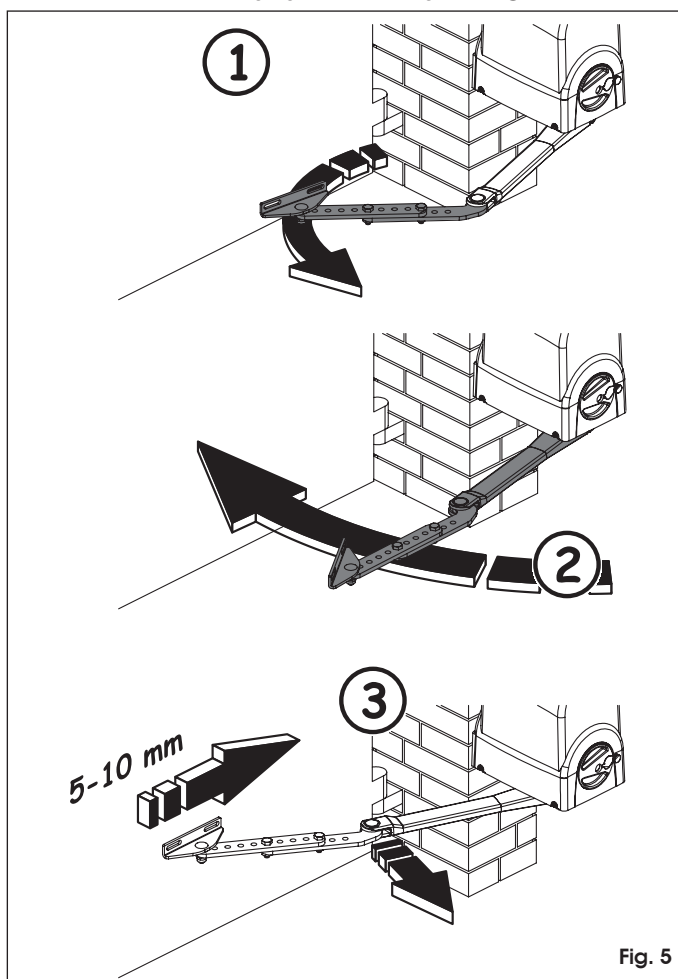

Fig. 5
- Breng de twee armen op een lijn, Fig. 5 ref. ①.
- Draai beide armen totdat de voorste beugel in contact komt met de vleugel, Fig. 5 ref. ②, zodat men de bevestigingsplaats hiervan kan vaststellen.
- Trek de beugel 5-10 mm terug door de arm te buigen en markeer de bevestigingsplaatsen, Fig. 5 ref. ③.